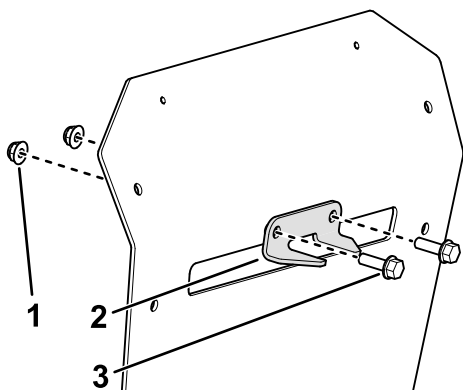

Рисунок 13
2. Установите кронштейн стабилизатора на задней защите с помощью 2 болтов (5/16 x 1 дюйм) и 2 контргаяк (5/16 дюйма), как показано на Рисунок 13.